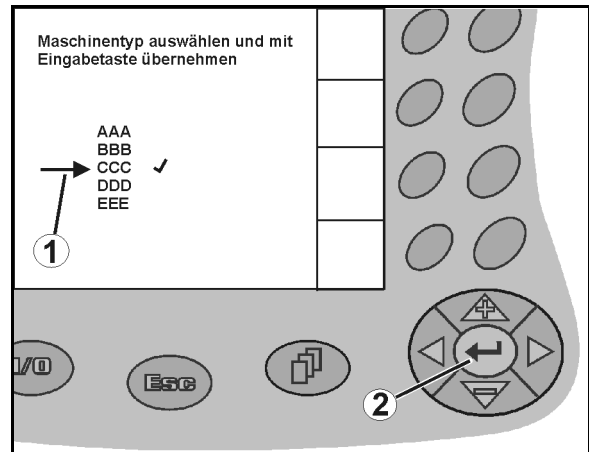

Рис. 13
1.  /  Позиционируйте указатель в виде стрелки (Рис. 13/1).
2.  Выбранное значение переносится (Рис. 13/2).